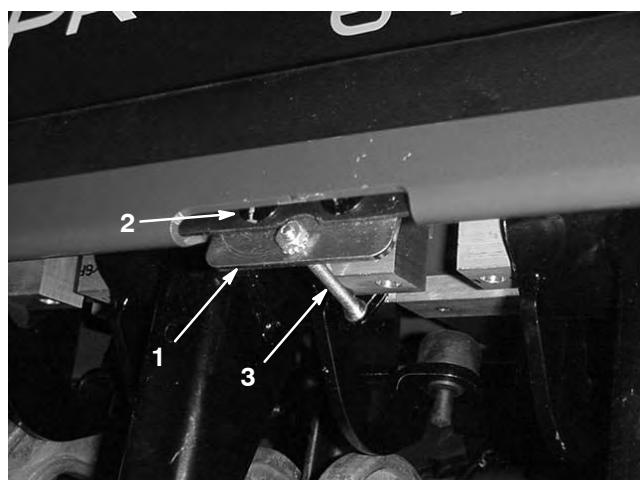

Bild 7
1. Befestigen Sie die Haubenplatte mit drei Schussbolzen an der hinteren Haube (Bild 7).
3. Setzen Sie die Kopfschraube in die Haubenplatte ein (Bild 7).
4. Befestigen Sie die Kopfschraube mit einer Sicherungsmutter Nr. 10 an der Haubenplatte (Bild 7).